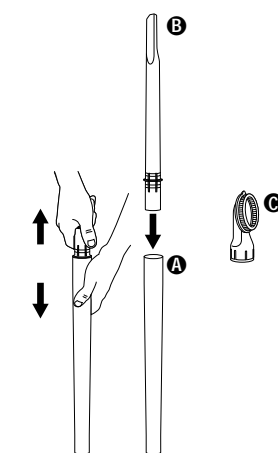

FIG. 17
Nested Extension Wand (A) to add reach. Grasp both wands near ridges. Pull apart. Turn ridge end to center. Push wands together (FIG. 17).
Use la **Vara de Extensión Anidada (A)** para un mayor alcance. Sostenga ambas varas cerca de los surcos. Separe ambas piezas. Gire el extremo surcado hacia el centro. Oprima ambas varas juntas. (FIG. 17)